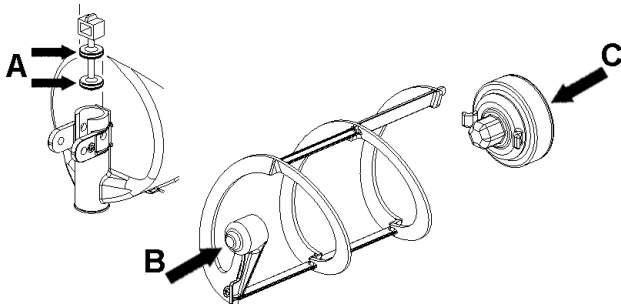

figura 12
- 2 Lubricar el pistón grifo, el rascador interior y el rotor magnetico (en los puntos A, B y C indicados en la (ver figura 12) utilizando solamente la grasa suministrada por el fabricante u otro grasa para uso alimenticio